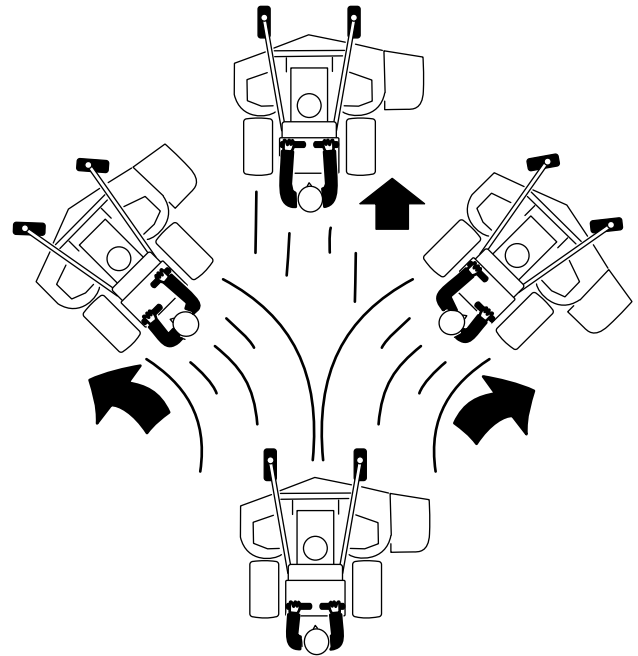

Figura 15
3. Mueva lentamente las palancas de control de movimiento hacia adelante (Figura 15).